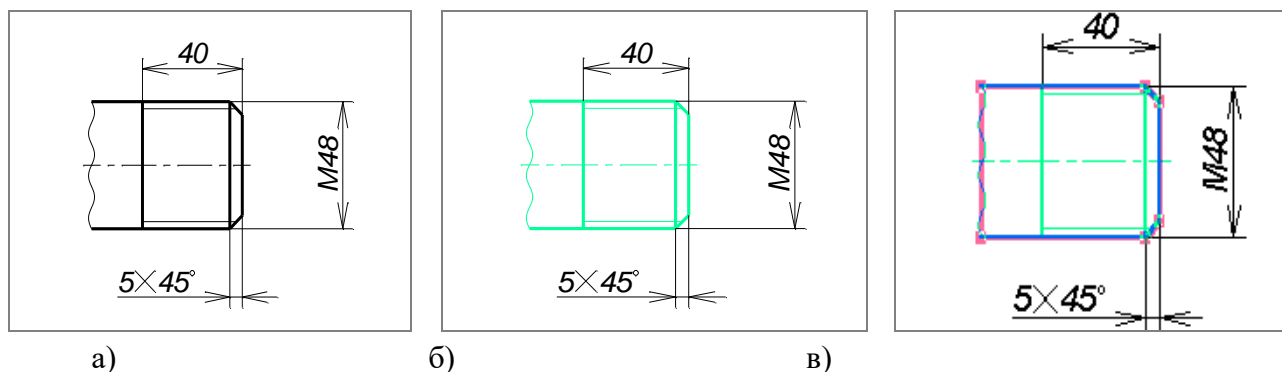

Рисунок 23 – Порядок создания файла детали пробка
2.2.2 Разбейте элементы чертежа по слоям. Порядок выполнения: вызвать окно редактора слоев из текстового меню («Настройка|Слои») или при помощи кнопки «» на системной панели. Создать новый слой при помощи кнопки «Новый», задать имя слоя, например, «1». Установить для элементов слоя «1» красный цвет. Закрыть окно при помощи кнопки «ОК». Затем поместить в слой «1» все линии изображения. Для этого в селекторе на системной панели оставить включенной опцию «» двойным щелчком левой кнопки мыши, выбрать все линии изображения, изменить для них параметр «Слой», выбрав слой «1» на системной панели. Все размеры, узлы и линии построения останутся в слое «Основной» и не изменят цвет (рисунок 23б).